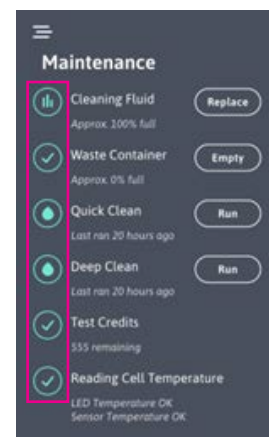

Figure 21
Le menu de maintenance fournit un « tableau de bord » pour les fonctions liées à l'utilisateur du miniSED. Les icônes circulaires avec la coche verte indiquent que la catégorie répertoriée se trouve dans les limites prédéfinies. Lorsqu'une catégorie du miniSED s'approche d'une limite prédéfinie, l'icône circulaire devient jaune, indiquant qu'une attention particulière est requise. Si la limite de la catégorie est dépassée, l'icône devient rouge et des mesures doivent être prises. Dans la figure 21, les icônes affichées de haut en bas sont :
1. Dans les catégories « Solution de nettoyage » et « Récipient à déchets », la sélection du bouton « Remplacer » remet les compteurs à zéro (figure 21).